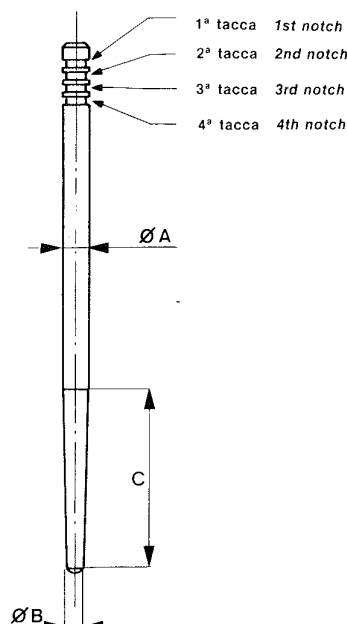

Fig. 21
Le caratteristiche determinanti dello spillo conico sono il **diametro del tratto cilindrico (A)**, la **lunghezza del tratto conico (C)** ed il **diametro della punta (B)** (fig. 21), la scelta dello spillo conico deve essere fatta tenendo conto dei suddetti elementi nelle varie fasi di funzionamento.
The main characteristics of the conical needle are: **cylindrical section diameter (A)**, **conical section length (C)** and **end diameter (B)** (fig. 21). Choice of the conical needle shall be carried out considering the above mentioned elements at the various operation phases.